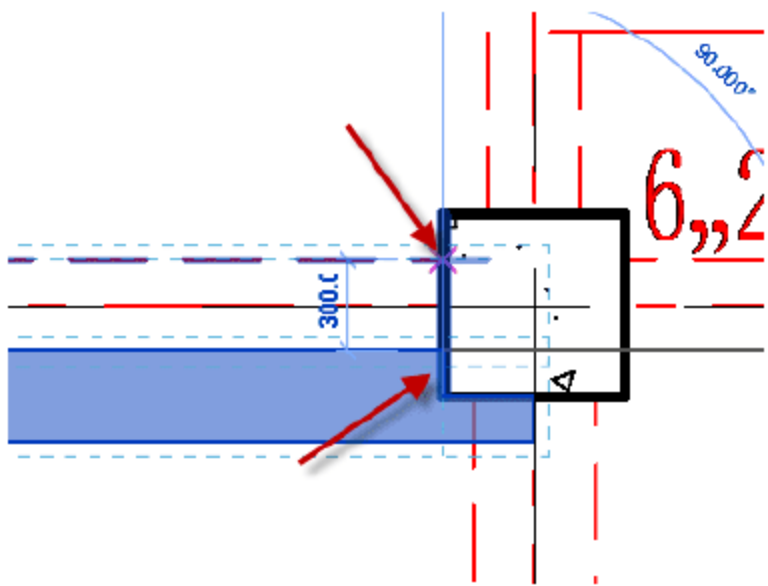

图 4.2.10 调整矩形梁的位置
(10) 调整矩形梁 KL-B2 的位置，选中矩形梁 KL-B2，按快捷键 M+V，移动矩形梁的位置，使其与梁线对齐，如图 4.2.10 所示。